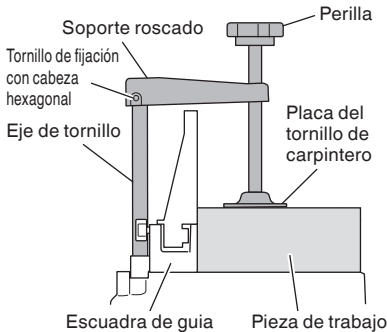

Fig. 23
(1) La prensa de tornillo se puede colocar sobre la base.
(2) Gire la perilla superior y fije firmemente la pieza de trabajo en su lugar (Fig. 23).